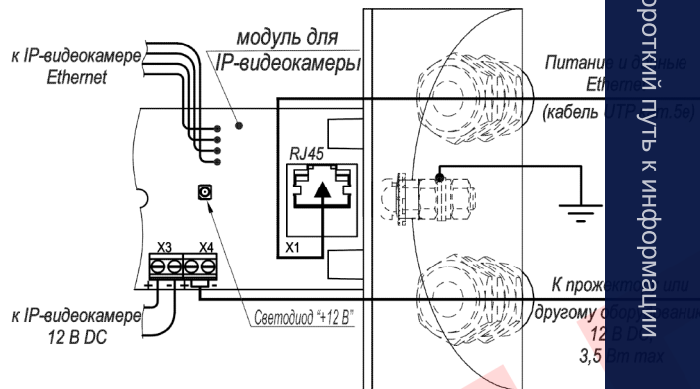
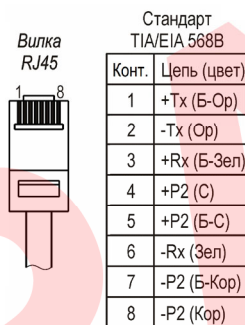

Рис.2 Подключение изделия
Рис.3 Обжимка кабеля кат.5е
5. При использовании внешнего прожектора или другого внешнего оборудования с напряжением 12 В DC 3,5 Вт max ввести кабель его питания через второй гермоввод и подключить к разъёму X4, соблюдая полярность (рис.2).
2. Открутить 3 винта крепления задней крышки и выдвинуть модуль для IP-видеокамеры (рис.2). Ввести через гермоввод внешний кабель UTP кат.5е и подключить его к разъёму X1 модуля для IP-видеокамеры (рис.2). Схема обжимки вилки RJ45 на кабель кат.5е показана на рис.3. Подключить второй конец кабеля Ethernet к инжектору (коммутатору) PoE стандарта IEEE 802.3af, инжектор подключить к локальной сети. При этом на модуле для IP видеокамеры (см. рис.2) должен включиться светодиод «+12 В» (при температуре свыше -10°C).